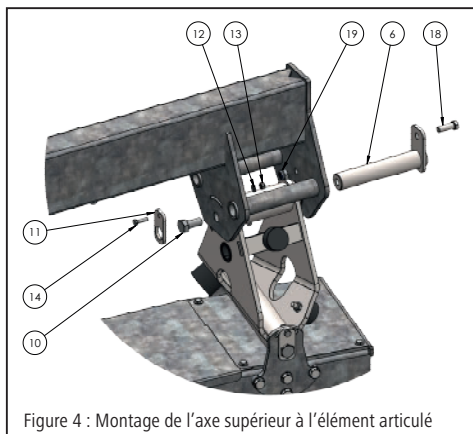
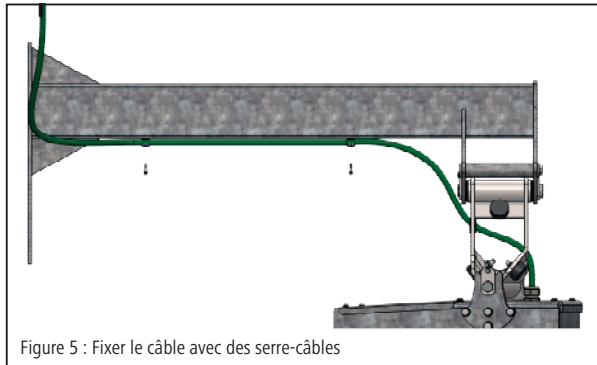

Figure 4 : Montage de l'axe supérieur à l'élément articulé
Figure 5 : Fixer le câble avec des serre-câbles
1. Retirer l'axe supérieur (Fig. 4 – Pt 6) de l'élément de fixation.
5. Glisser l'axe supérieur (Fig. 4 – Pt 6) à travers le logement dans le bras de fixation et l'élément articulé, et l'installer.
6. Fixer l'axe avec la vis de fixation M14 (Fig. 4 – Pt 10).
7. Bloquer l'axe avec une vis (Fig. 4 – Pt 18) et un écrou autobloquant (Fig. 4 – Pt 19) contre le gauchissement.
8. Se servir d'une plaque d'arrêt (Fig. 4 – Pt 11), d'une vis (Fig. 4 – Pt 11), d'une rondelle plate (Fig. 4 – Pt 12) et d'un écrou autobloquant (Fig. 4 – Pt 13) pour bloquer le vis de fixation M14 contre tout risque de détachement. Fixer le câble moteur au bras de fixation avec des serre-câbles et des vis autobloquantes (Fig. 5).